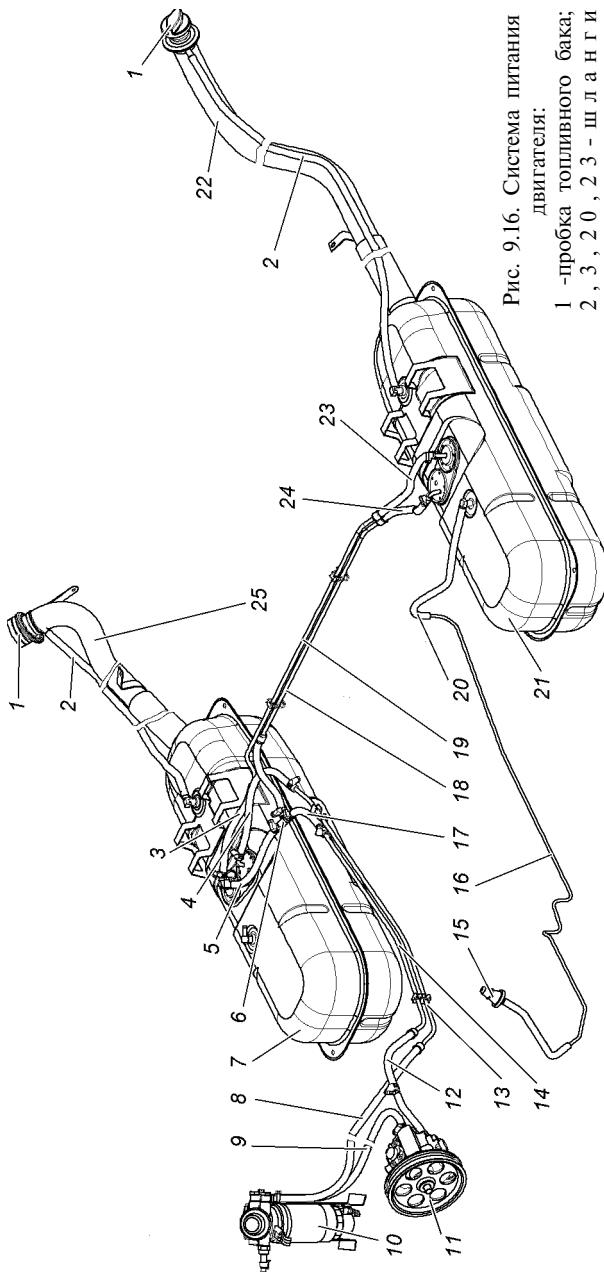

Рис. 9.16. Система питания
Система питания (рис. 9.16)
1. Убедиться в том, что пробки заливных горловин топливных баков 1 (рис. 9.16) затянуты надежно. Пробки горловин наливных труб топливных баков глухие и обеспечивают герметичное уплотнение;
Струйный насос 6 (рис. 9.16). Периодически проверяйте герметичность насоса и его соединений. При отсутствии перекачки топлива из левого бака в правый, разберите насос (выверните форсунку), промойте его и продуйте воздухом.
Топливный насос высокого давления (ТНВД) 11 (рис. 9.16).